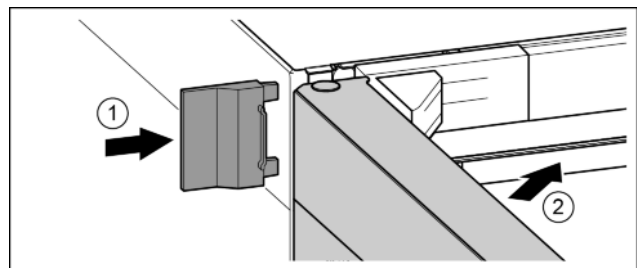

Fig. 21
- ▶ Montați capacul exterior. Fig. 21 (1)
- ▶ Închideți ușa superioară. Fig. 21 (2)